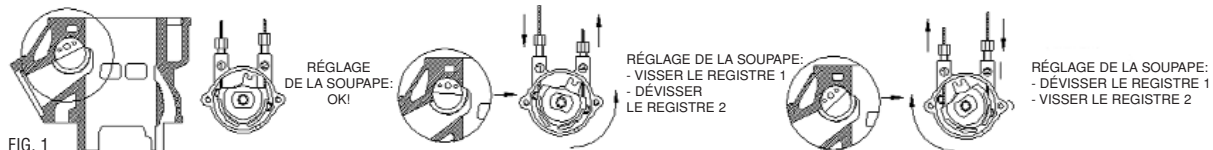

FIG. 1
- insérer le joint spy Athena (12);
- assembler le bouchon de soupape Athena (7) avec le joint torique Athena (11);
**RÉGLAGE DE SOUPAPE:** fixer au cylindre le couvercle du poulie (5) avec les registres et connecter les câbles de transmission antérieur (16) et postérieur (17) de la soupape à la poulie (4), et la-bloquer avec la vis appropriée (18). Faire un CHECK-UP en actionnant la clef d'allumage de façon que la soupape fait tourne et se positionne à l'ouverture maximum de la lumière d'échappement. Dans le cas où la soupape (1), à la fin du CHECK-UP, n'est pas parfaitement alignée à la lumière d'échappement, il faut régler les registres pour l'aligner à l'échappement (voir fig. 1). Faire attention que la tension du câble de transmission ne doit pas être excessive ni mou, pour éviter que la soupape se bloque ou ne complète pas correctement son mouvement, compromettant leur performances.